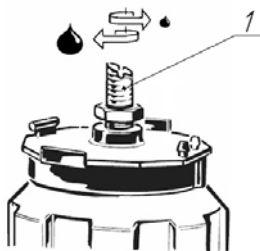

Рисунок 4.1 – Регулировка подачи масла:
Объем масла, поступающего к вакуумному насосу, регулируется болтом (1), впускающим воздух в масленку (рис. 4.1).